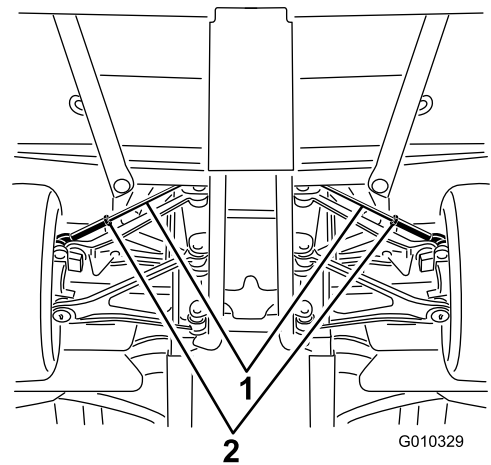

Figura 47
- A. Afloje la contratuerca del centro del tirante (Figura 47).